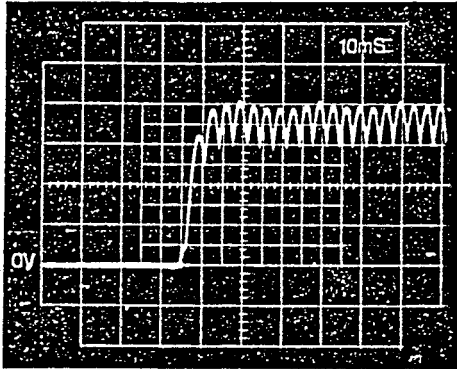

Figure 6.4.1.3.1 Réglage général optimal
- Raccordement du potentiomètre de valeur de consigne selon la figure 6.4.1.1